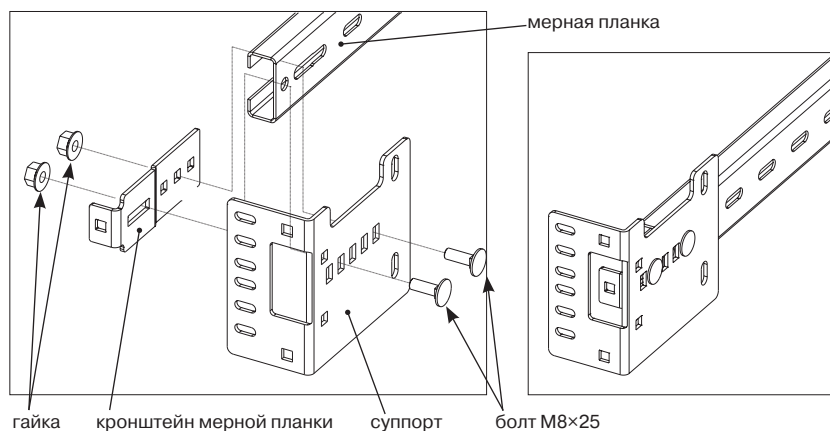

Рис. 14.1
- собрать боковые узлы крепления перемычки, для чего внутрь перемычки установить кронштейны мерной планки, снаружи перемычки установить суппорты. Детали закрепить между собой при помощи болтов М8×25 с полукруглой головкой и гаек с буртиком (рис. 14.1);